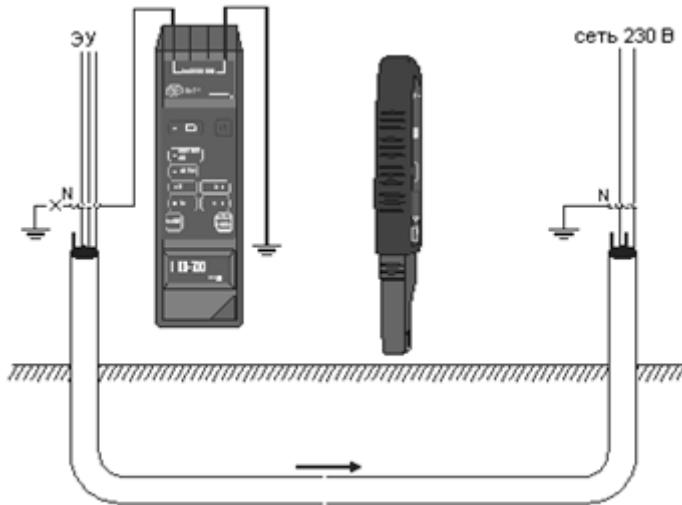

Рис.14 Поиск кабеля в земле – заземление объекта отключено, режим работы «ток» «M»
- Подключить один из разъемов **1**, **2** генератора к заземлителю (например, в виде зонда, забитого в землю), как можно дальше от щита, а второе - с фазным проводником кабеля (Рис.14);